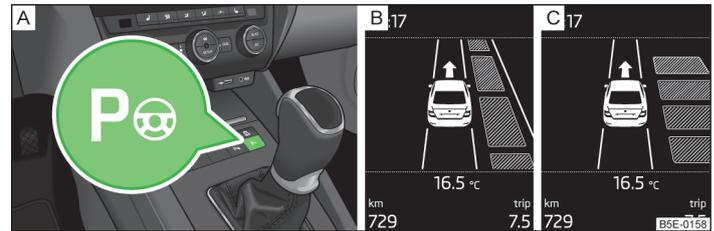

Fig. 133 Touche système / Affichages sur le visuel du combiné d'instruments
Le voyant **P** » fig. 133 à la page 144 - **A** dans la touche **P** s'allume quand le système est activé.
- Appuyez **une fois** sur la touche  » fig. 133.
Les données suivantes s'affichent sur le visuel du combiné d'instruments » fig. 133 – .
- Appuyez **deux fois** sur la touche  » fig. 133.
- Appuyez **une fois** sur la touche **[Pw]** » fig. 133 à la page 144.